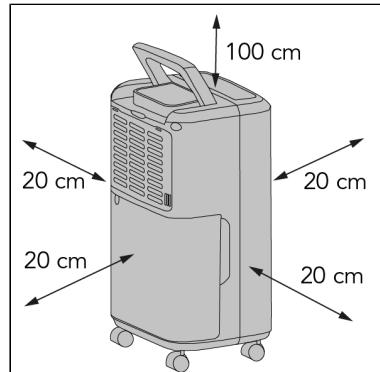

Figura 71.
2. Mantenha as seguintes distâncias mínimas para garantir uma circulação de ar adequada da unidade (Figura 71\*):